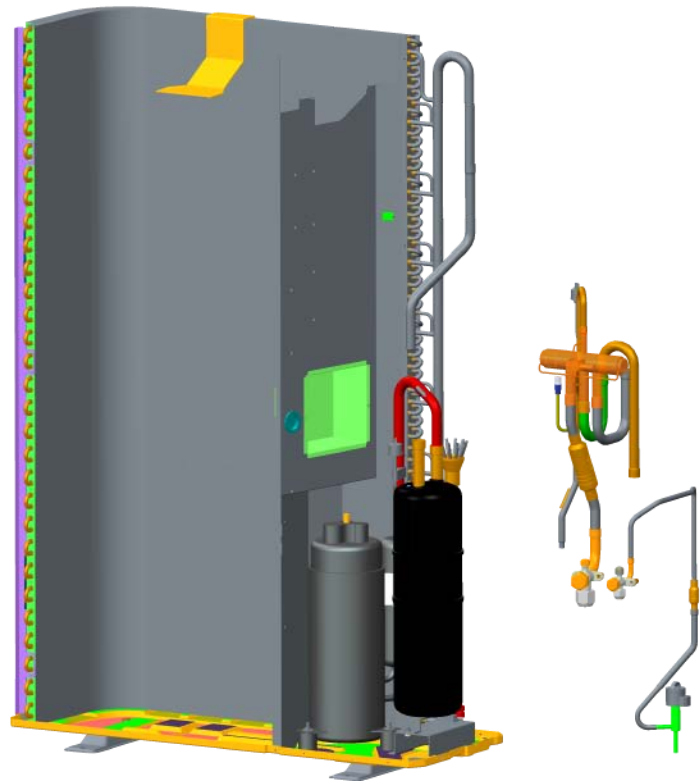

Fig.12
① Sacar la válvula de gas.
- Desoldar los tubos (Fig. 12)